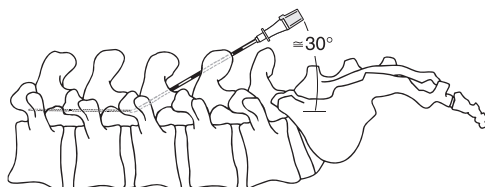
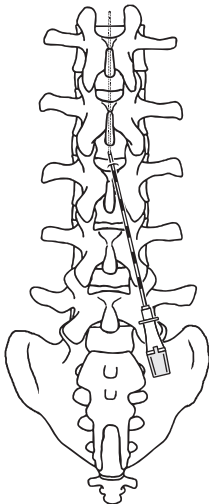

Abbildung 2. Schräge Einführung im flachen Winkel von paramedian her (Seitenansicht)
Abbildung 3. Schräge Einführung im flachen Winkel von paramedian her (Aufsicht)
2. Den Kanülenschliff der 15-G-Tuohy-Einführkanüle kopfwärts oder parallel zu den Durafasern ausrichten und die Einführkanüle unter Durchleuchtungskontrolle einführen. Die Einführkanüle unter einem flachen Winkel (etwa 30°) schräg von paramedian her in den Subarachnoidalraum einführen (Abbildung 2 auf Seite 49). Der Eintrittspunkt der Einführkanüle in die Haut (bzw. in die Faszie, wenn die Einführkanüle durch eine offene Inzision eingeführt wird) muss parallel zum Bogenfuß ca. 1 bis 1,5 Wirbeltagen unterhalb des für die Punktion der Dura vorgesehenen Zwischenwirbelsaums und 1 bis 2 cm lateral zur Mittellinie auf der Seite der vorgesehenen Pumpentasche (Abbildung 2 und Abbildung 3 auf Seite 50) liegen.